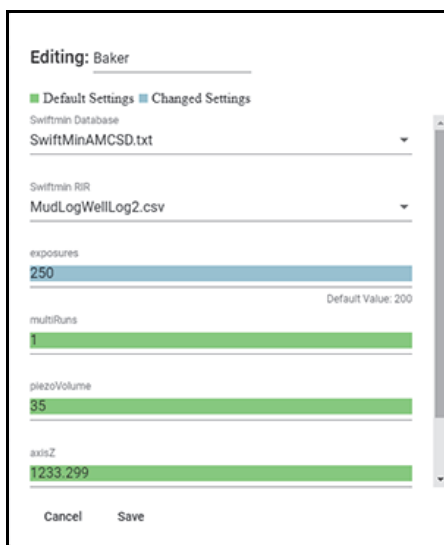

图 5-15 编辑对话框
2. 在 **Editing**（编辑）对话框中（参见第80页的图 5-15），选择默认的数据库（参见第76页的“更改默认数据库”）。